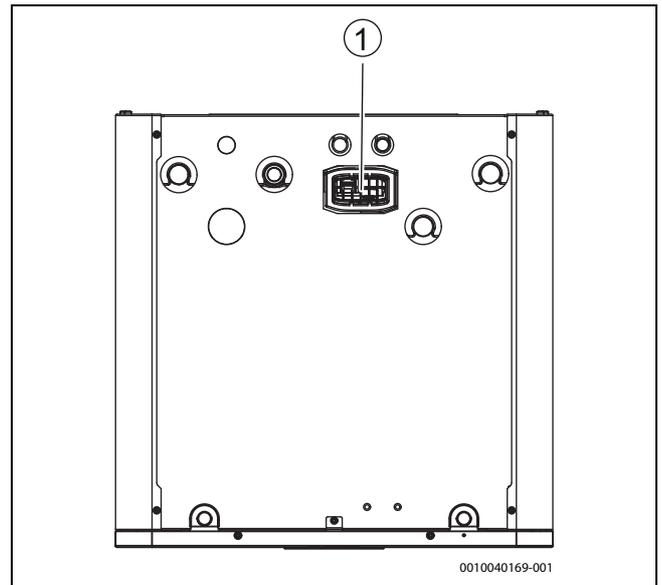

Bild 14 Connect-Key K 30 RFConnect-Key-Platzierung
- ▶ Modul in den Halter einsetzen (→ [1], Abbildung 14). Wenn das Modul richtig eingesetzt wurde, blinkt eine LED.